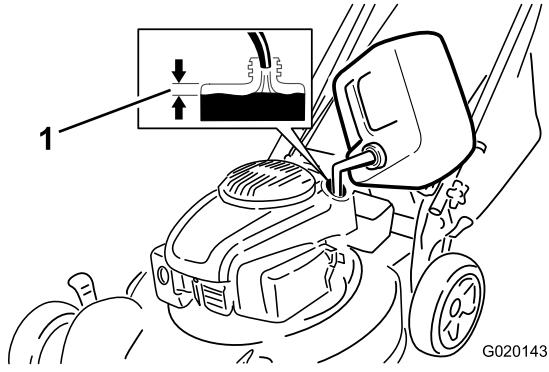

Figure 7
Faites le plein avec de l'essence sans plomb ordinaire fraîche d'une marque réputée (Figure 7).
2. Remplissez le réservoir de carburant, en laissant un espace d'eau moins 1 cm sous la base du goulot pour permettre à l'essence de se dilater (Figure 7).